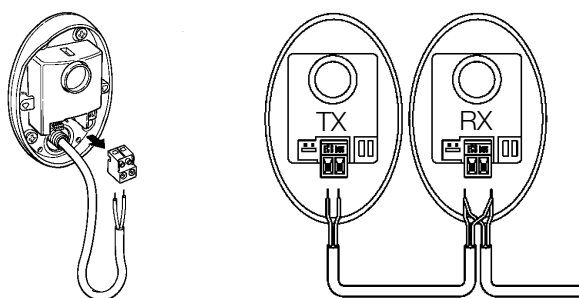

Abbildung 48
**8** Das Stromkabel an den entsprechenden Klemmen von TX sowie von RX anschließen. TX und RX müssen parallelgeschaltet werden, wie auf Abbildung 48 gezeigt. Eine Polung ist nicht zu beachten.